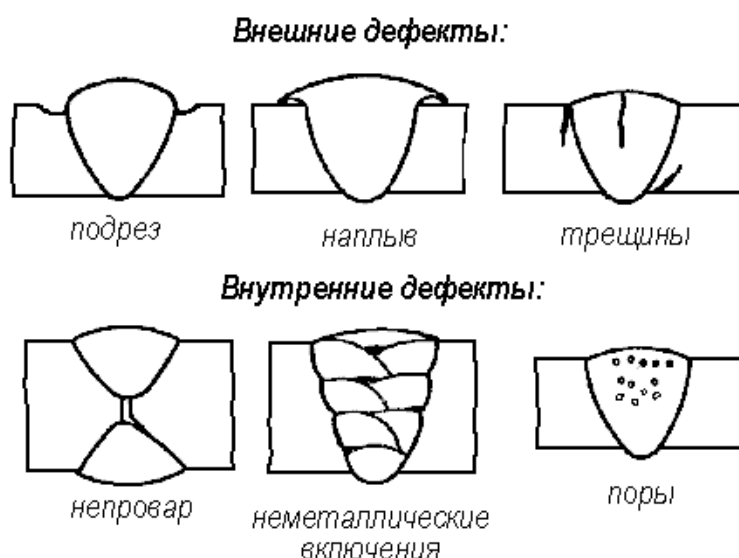

Рис. 4.8. Дефекты сварных соединений
К **внешним дефектам**, которые можно обнаружить при визуальном осмотре, относятся: нарушения геометрии шва; неравномерное сечение шва; несоответствие размеров шва заданным значениям; подрезы; наплывы; трещины (рис. 4.8).
**Внутренние дефекты** можно обнаружить только специальными методами неразрушающего контроля. Это непровары, шлаковые включения, поры (рис. 4.8). Также возможно появление внутренних трещин и рост зерна сверх допустимого – при перегреве.